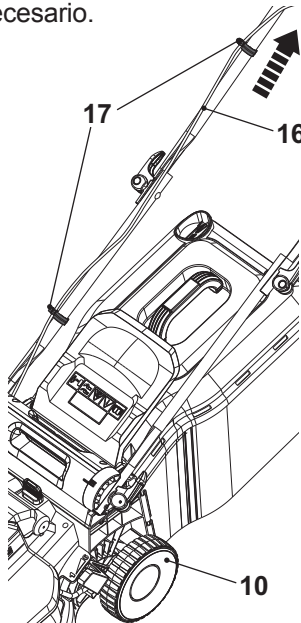

Fig. 4
8. Asegure el cable de interconexión (16) con dos clips de cable (17) (Fig. 4). Tire del cable de interconexión (16) para evitar el contacto con la rueda trasera (10) si es necesario.